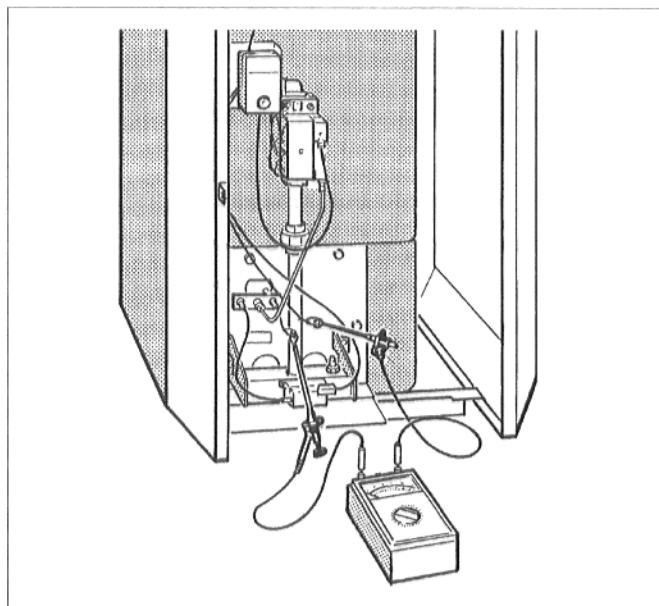

Fig. 35: Misurare la corrente di ionizzazione
- Collegare in serie l'apparecchio di misurazione al cavo ed all'elettrodo di controllo (Fig. 35). Selezionare il campo per la misura di μA all'apparecchio di misurazione.
Al fine di migliorare la visibilità degli elementi di comando, la parte superiore dell'apparecchio di regolazione può essere regolata su due posizioni ribaltandola verso l'alto. (Fig. 35).